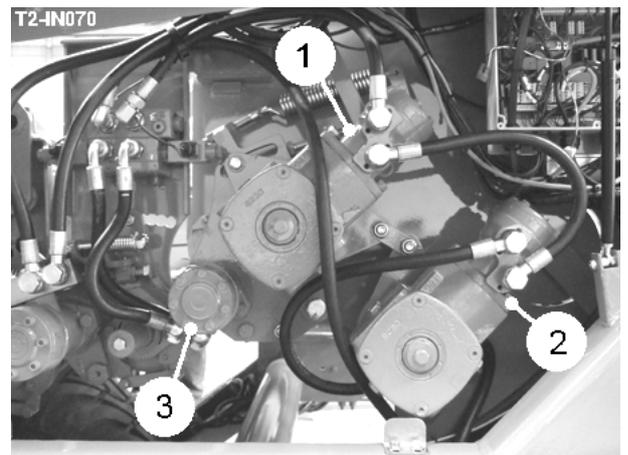
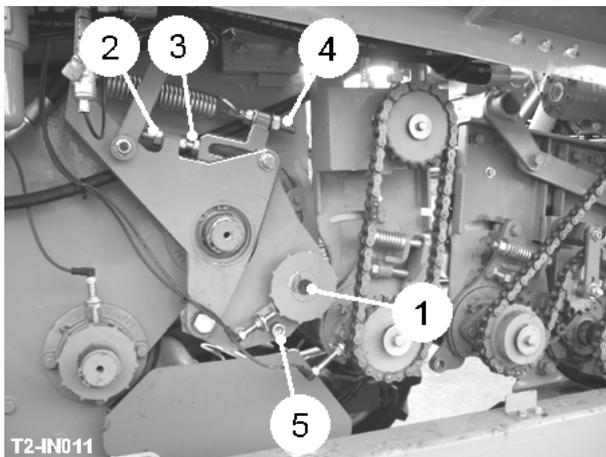

Fig 10
Fig 13
El web cerniendo de 1630 mm de ancho está disponible en 28 mm, 32 mm, 36 mm, 40 mm, 45 mm y 50 mm lanzan para convenir a la cosecha y el condiciones de tierra siendo cosechados. La unidad de Web cerniendo usa la" configuración de "Standen unidad de corte" equipada con una unidad de assister de ejecución contraria sobre el de regreso side. Esto da una unidad prácticamente deslíz -free bajo la mayoría de las condiciones y elimina ruedas de engranaje de unidad de Web que permiten los cambios de labia de Web fáciles. La Web es impulsada por dos eje cajas de cambios de motor montadas. El motor hidráulico (item 1, fig 10) conduce el eje de impulsión principal. El motor (item 2, fig 10) conduce el eje de impulsión de assister.
El s de rodillo (item 1, fig 13) de haulm diseñado pellizcar al haulm y destrozar y acortar él en el suelo bajo la máquina. El roller de haulm es conducido por el motor hidráulico (item 3, fig 10). La velocidad de rodillo es controlada de la pantalla de terminal del servicio. Para alguno clases de cosecha como cebollas etc. es ventajoso invertir la dirección de la rotación del rodillo de haulm. Invertir el roller de haulm, sólo presione el  de botón sobre el terminal del servicio.
Incrementar / reducir la brecha entre el rodillo de haulm y la cavador Web, libere el locknut (item 2, fig 13) y gire el tornillo de ajuste (item 3, fig 13). El intervalo debe ser puesto equitativamente sobre ambos lados. **No cierre el intervalo en que demasiado o el ebanista de Web podría enredar el rodillo de haulm que causaría el daño para ambos.**
A aumento / decrecimiento la tensión de primavera de rodillo de haulm, ajuste la configuración del tensioner de primavera (item 4, fig 13). Ajuste ambos lados uniformemente y verifique el ajuste midiendo la longitud de hilo expuesto sobre los tensioners de primavera.
El rodillo de haulm está equipado con un rasqueta (ítem 5, fig 13). Ponga el rasqueta tan cerca del rodillo as possible sin cometer falta contra él(ella/eso) en realidad.